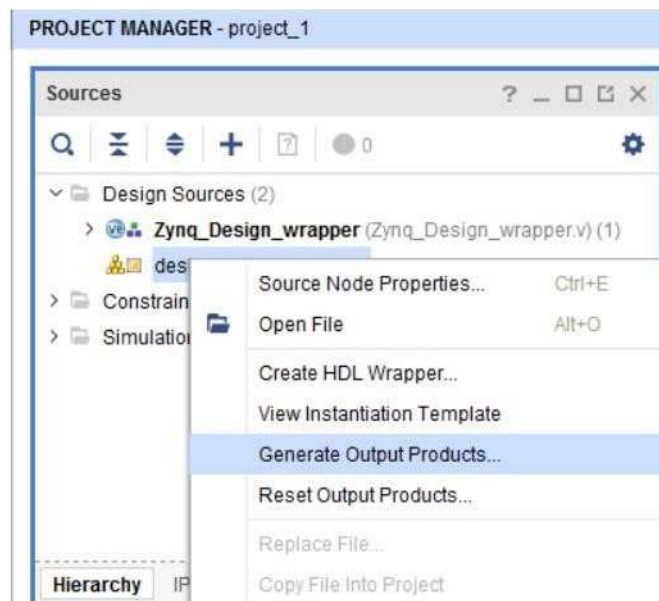

图10-19:生成输出产品
- 2.在主工作区窗格中的 **Sources** 浏览器中，一个名为的框图对象位于 Design Sources 树视图的顶部(图 10-19)。 **Zynq_Design** 右键单击此对象并选择 **Generate Output Products**。